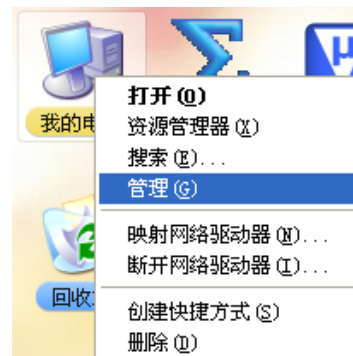

图 2.7 计算机管理对话框 1
(1)、如图 2.7，鼠标右键选择桌面上“我的电脑\管理(G)”，打开“计算机管理”对话框。
- (1) 如图 2.7，鼠标右键选择桌面上“我的电脑\管理”，打开“计算机管理”对话框。